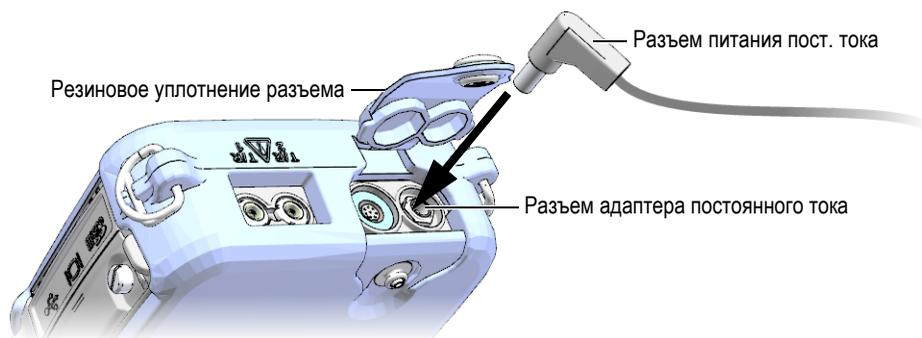

Рис. 2-3 Подключение к разъему электропитания
2. Снимите резиновое уплотнение с разъема адаптера, расположенного в верхней части прибора 38DL PLUS (см. Рис. 2-3 на стр. 45).
3. Подсоедините кабель питания постоянного тока от зарядного устройства/адаптера к разъему питания (см. Рис. 2-3 на стр. 45).